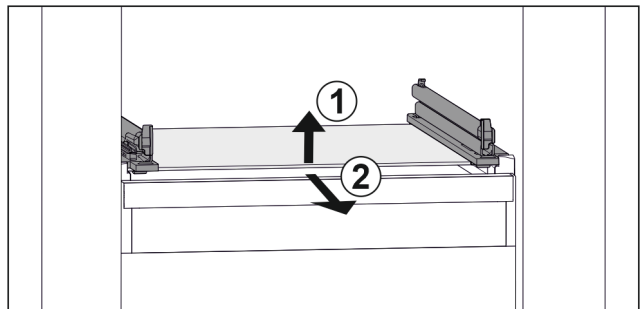

Fig. 71 Beispielhafte Darstellung der Glasplatte
- ▶ Glasplatte vorne anheben. Fig. 71 (1)
- ▶ Glasplatte nach vorne entnehmen. Fig. 71 (2)